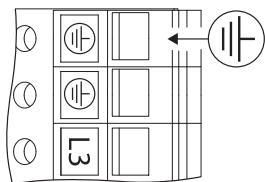

Fig. 26: Bijkomende aarding
- Door de verhoogdelekstroom bij motoren van 11 kW moet conform EN 61800-5-1:2008-04 bovendien een versterkte aarding worden aangesloten (zie Fig. 26).